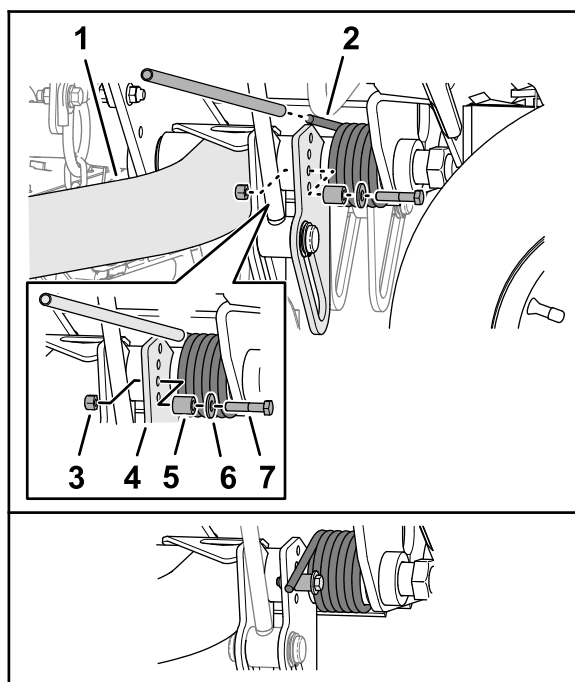

Рисунок 49
- Наденьте трубу или аналогичный предмет на длинный конец пружины и поднимите его, чтобы снять давление пружины на проставку (Рисунок 49).
- Удерживая пружину, снимите болт, шайбу и контргайку с пластины подъемного рычага (Рисунок 49).